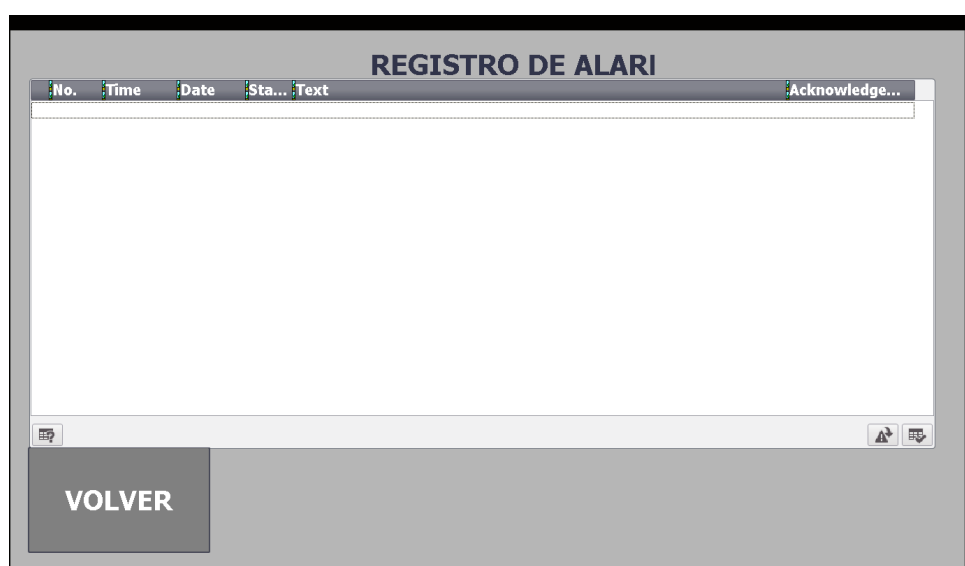

Figura 38: Registro de alarmas
- Alarma: Este botón abre la pantalla del registro de alarmas (véase figura 38).